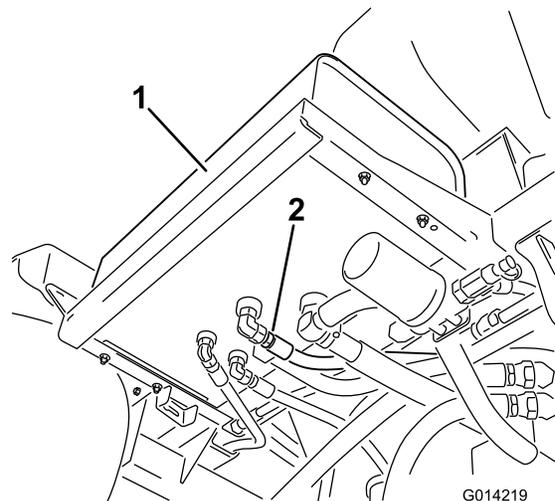

Figure 62
2. Nettoyez la surface autour d'un raccord de flexible hydraulique au bas du réservoir d'huile hydraulique (Figure 62).
4. Débranchez le raccord du réservoir et vidangez l'huile dans le bac de vidange (Figure 62).